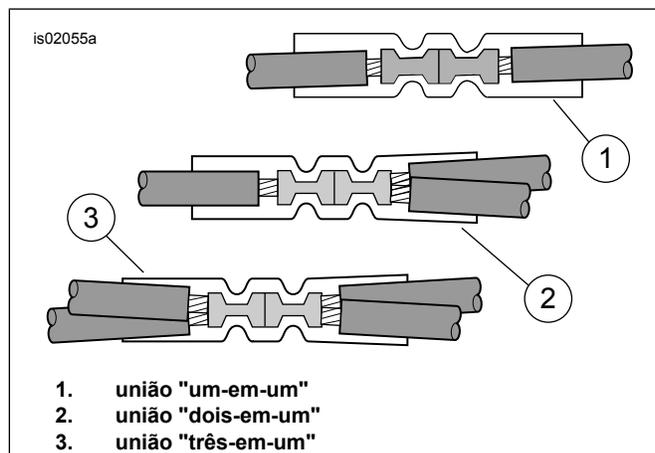

Figura 22. Configurações de emenda
3. Ver Figura 22 . A configuração da emenda “dois-em-um”. Retire do kit um conector de junção selada de cor **vermelho** (ver Figura 34 , item 4). Ligue o fio preto do transmissor do sistema de abertura de porta de garagem aos fios **pretos** do farol dianteiro. Descarne o chicote de fios do transmissor para facilitar a união.
- a. Ligue os fios às extremidades da cobertura selada do chicote de ligações elétricas conforme necessário. Se o chicote de ligações elétricas já tiver sido emendado anteriormente durante a instalação de qualquer acessório, corte as ligações existentes. **NÃO REMOVA** a cobertura selada do fio **VERMELHO**. Ver a Figura 22. para configurações de múltiplas ligações.
- b. Corte a cobertura do fio Preto, descarne-o, aperte-o e una-o ao fio **PRETO** do chicote **deste** kit, utilizando o fio preto adicional (10) do pacote de ferragens como extensão.
- Ver Figura 22 . A configuração da emenda “dois-em-um”. Retire do kit um conector de junção selada de cor **vermelho** (ver Figura 34 , item 4). Ligue o cabo do chicote de alimentação do sistema de abertura de porta de garagem aos fios cor de laranja/brancos do chicote principal do veículo, de acordo com as instruções constantes do apêndice do manual de serviço de oficina.